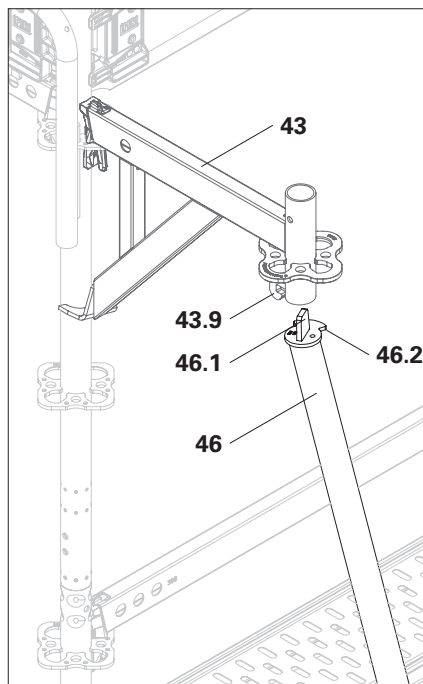

Fig. A6.12a
1. Montare le mensole UCM (43).
3. Inserire il supporto per mensola (46) con la staffa di centraggio (46.1) nel tubo della mensola dal basso. Portare il supporto per mensola verso il tubo della mensola con un angolo di circa 45°. (Fig. A6.12a + A6.12b)